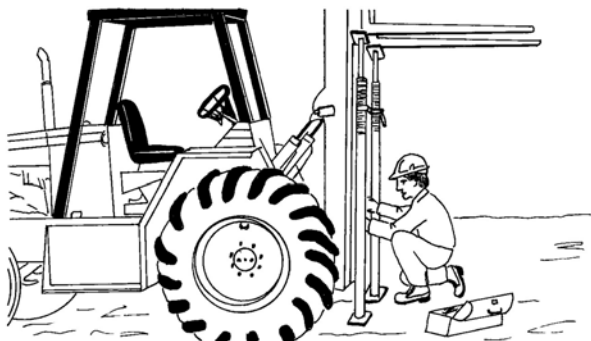

Figure 13
- Avant de procéder à des travaux d'entretien ou des réparations sur des éléments en position levée, s'assurer qu'ils sont bien bloqués à l'aide de dispositifs appropriés pour éviter un accident en cas de défaillance du système normal de retenue (réf. CS art. 3.10.18.) (**figure 13**).